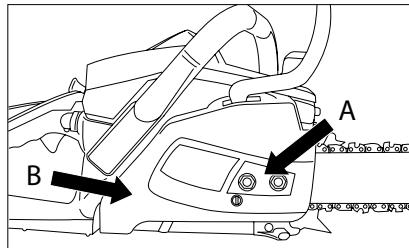

Fig. 5
3. Desatornille las dos tuercas (A), que sujetan la barra guía y la tapa del embrague. Retire la tapa del embrague junto con la protección del freno de la cadena. (B) (fig. 5).